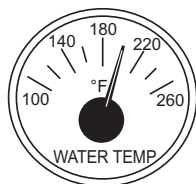

Figure 52. Jauge de température du liquide de refroidissement
10. La **jauge de température du liquide de refroidissement** (Figure 52) indique la température du liquide de refroidissement. Dans des conditions normales de fonctionnement, la température du liquide de refroidissement doit être d'environ 82 °C (180 °F).